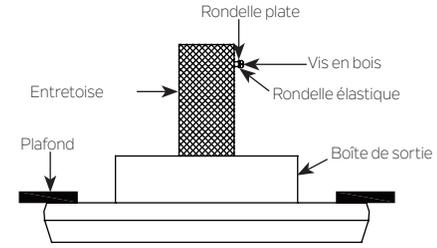

Fig. 11
Étape 1. Enfoncez une vis à bois et des rondelles dans le côté de l'armature qui maintient la boîte de sortie. Laissez un espace de 3 mm entre le support et la rondelle. (Fig. 11)